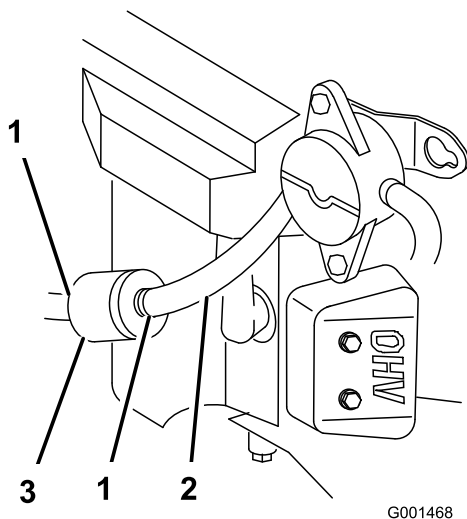

Figura 33
4. Apriete los extremos de las abrazaderas y deslícelas por el tubo alejándolas del filtro (Figura 33).